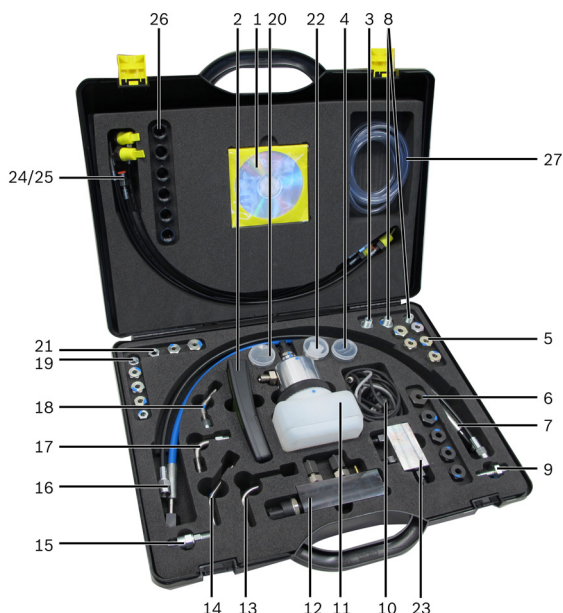

Abb. 1: Vista general Diesel Set 3.1
Se conecta el módulo receptor de presión (fig. 1, pos. 11) con el tubo flexible de 60 MPa directamente a la conexión de alta presión de bombas de alta presión con una conexión de alta presión.
El receptor de presión (fig. 1, pos. 12) se conecta directamente a la conexión de alta presión del rail del vehículo con el tubo flexible azul de 180 MPa.